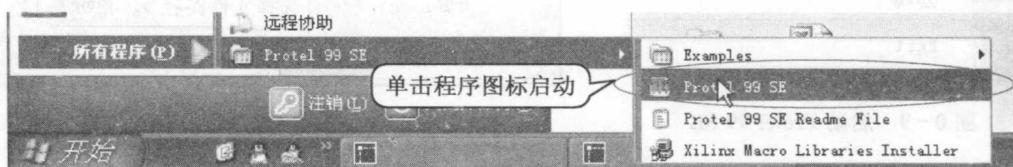

图 0-7 通过安装程序启动 Protel 99 SE
- (2) 单击计算机的“开始”→“所有程序”→“Protel 99 SE”，找到可执行程序图标，运行即可，如图 0-7 所示。